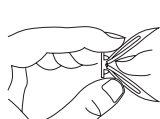

Figura 6 - Cómo doblar el anclaje
2. Doble el anclaje de pared (consulte la figura 6).